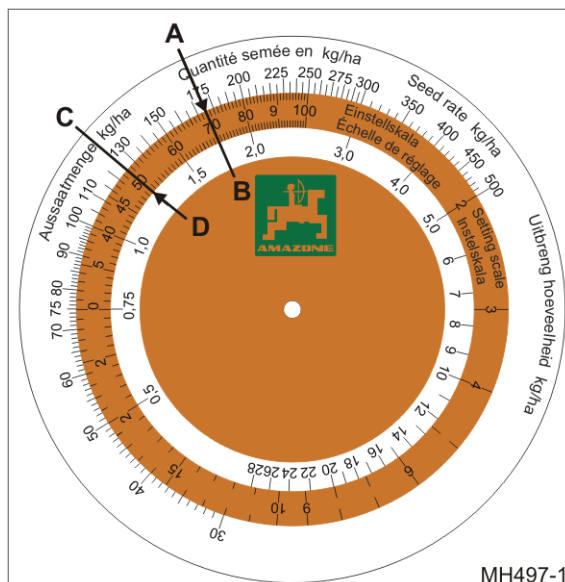

Fig. 158
- o errechnete Ausbringmenge 175 kg/ha (Fig. 158/A)
- o Getriebestellung 70 (Fig. 158/B) auf der Rechenscheibe übereinander stellen.
2. Die Getriebestellung für die gewünschte Ausbringmenge von 125 kg/ha (Fig. 158/C) auf der Rechenscheibe ablesen.
- Getriebestellung 50 (Fig. 158/D).